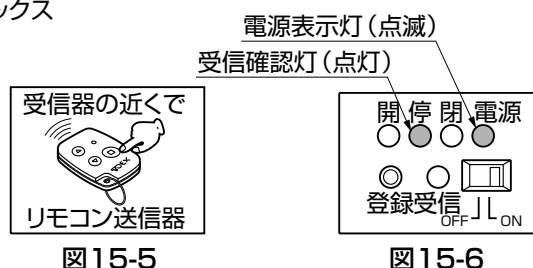

図15-5
- ③リモコン受信器の近くで、登録するリモコン送信器の「停止」ボタンを押してください。（図15-5参照）